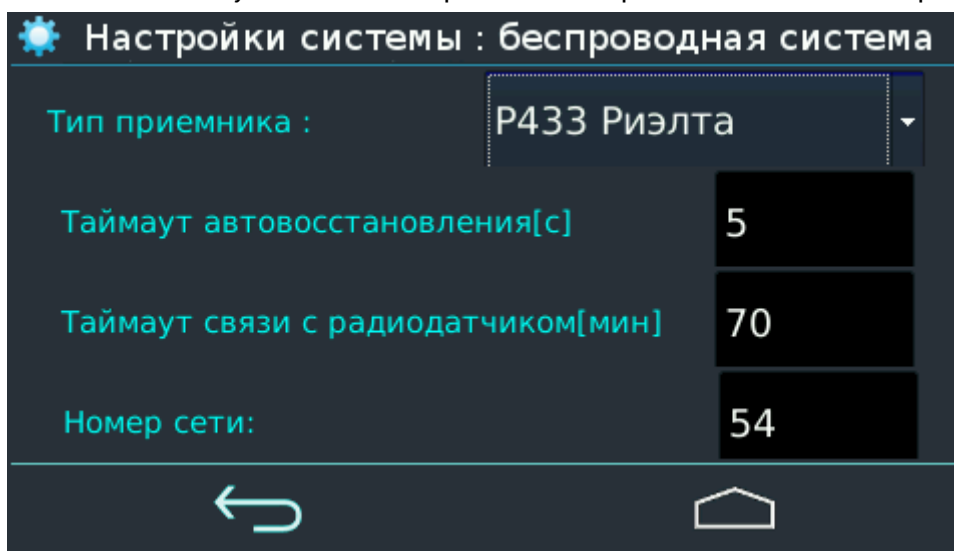

Рисунок 12. Выбор используемой беспроводной системы
**Внимание! Предварительно необходимо правильно установить тип радиоприемника в меню «Беспроводная система» (см. рисунок 12).**
Этот пункт меню используется для выбора типа беспроводной системы – рисунок 12.